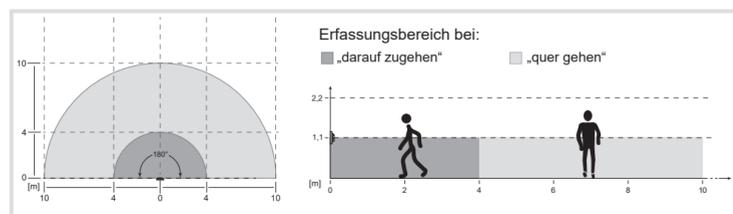

Bild 5: Erfassungsbereich
- Störquellen im Erfassungsbereich (Bild 5) vermeiden. Störquellen, z. B. Heizquellen, Lüftungs-, Klimaanlage, Wärmepumpen und abkühlende Leuchtmittel können zu ungewollten Schaltungen führen.